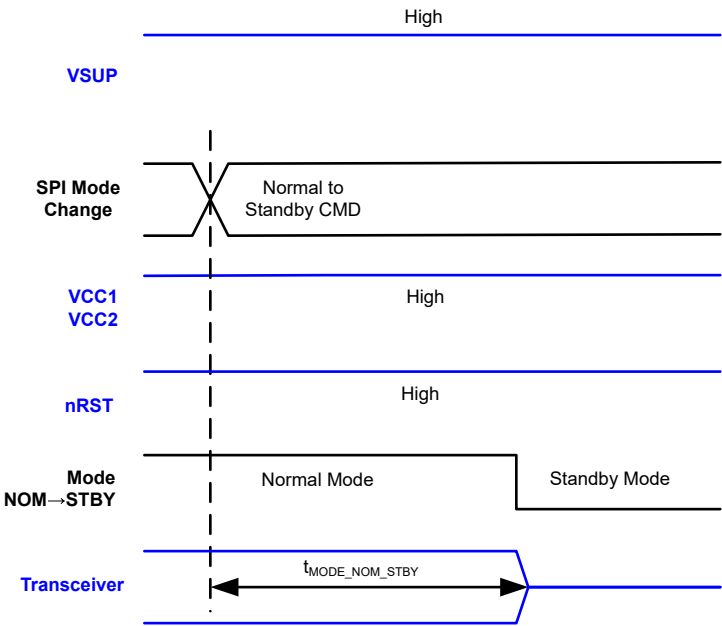

图 7-16. 正常到待机时序
- 蓝色信号是 TCAN245x-Q1 的输入或输出，黑色信号是 TCAN245x-Q1 的内部信号。这适用于时序图图 7-13、图 7-14、图 7-15 和图 7-16。